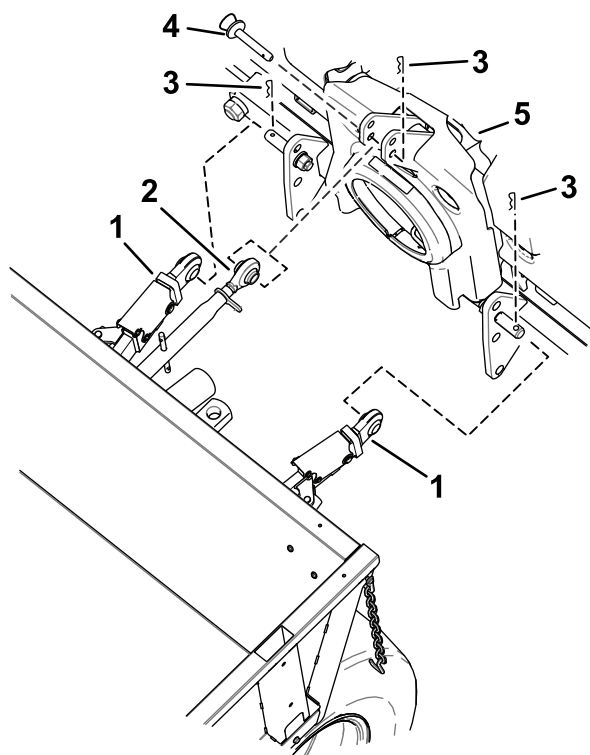

Рисунок 29
1. Медленно подайте машину задним ходом и совместите продольные тяги с нижними соединениями навесного оборудования (Рисунок 29).
2. Прикрепите продольные тяги к навесному оборудованию (Рисунок 29).
3. Подведите верхнюю тягу к верхнему соединению навесного оборудования (Рисунок 29).
4. Прикрепите верхнюю тягу к навесному оборудованию (Рисунок 29).
4. Отсоедините верхнюю тягу от навесного оборудования (Рисунок 29).
5. Отсоедините продольные тяги от навесного оборудования (Рисунок 29).